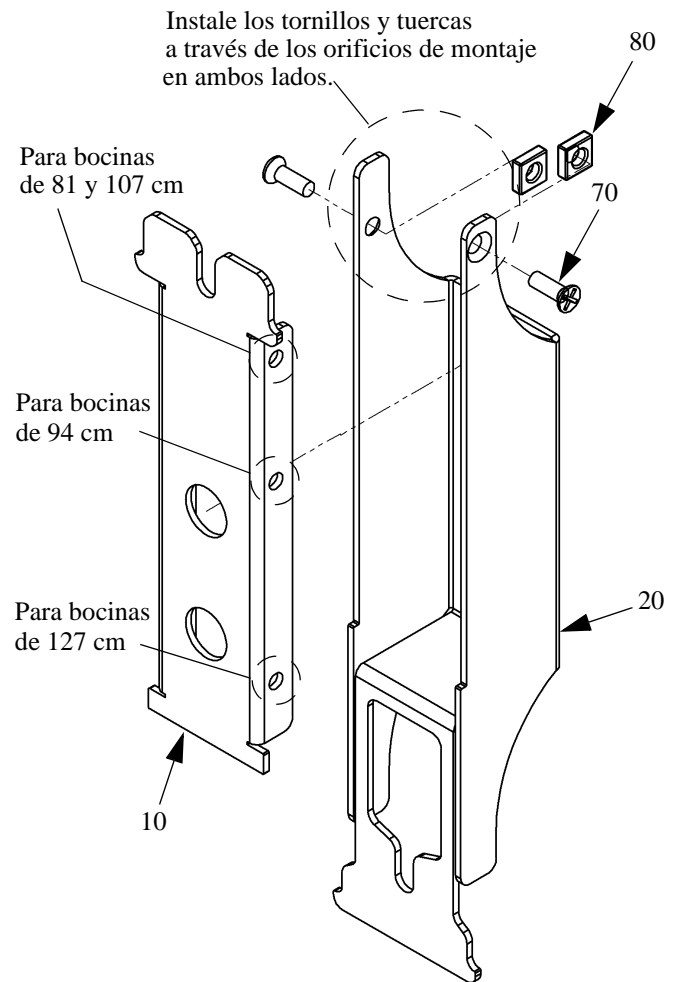

Figura 6. Ensamble los soportes de bocina
2. Encuentre dos placas ajustables para bocinas (10), dos soportes de pared para bocinas (20), cuatro tornillos de cabeza plana Phillips (70), y cuatro tuercas cuadradas (80). Véase la figura 6.
3. Dependiendo del tamaño de su bocina, ubique el par de orificios de montaje en la placa ajustable para bocina (10) para el tamaño de su bocina.
4. Inserte la placa ajustable para bocina (10) en el soporte de pared (20) para bocina y alinee los orificios de montaje.
5. Instale dos tornillos de cabeza plana Phillips (70), y dos tuercas cuadradas (80) para ensamblar la placa ajustable y el soporte (10 y 20) según se muestra en la figura 6.
6. Repita los pasos 4 y 5 para ensamblar el segundo soporte de pared para bocina (20).